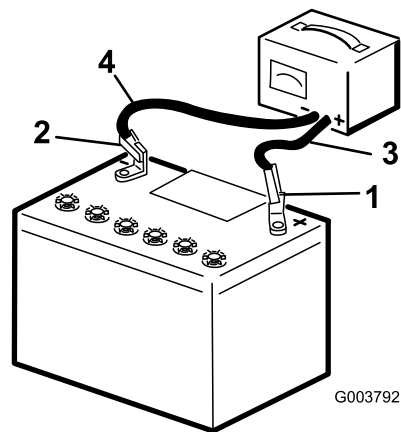

図 44
2. 3-4 Aで4-8 時間充電する 図 44。充電しすぎないように注意すること。
3. 充電が終わったら、チャージャのプラグをコンセントから抜いてから、チャージャのリード線をバッテリー端子から外す 図 44。
1. 先ほど取り外したねじ類を再使用して、プラスケーブル赤いケーブルをバッテリーのプラス端子に取り付ける **図 44**。
3. 先ほど取り外したねじ類を再使用して、マイナスケーブル黒いケーブルをバッテリーのマイナス-端子に取り付ける **図 44**。
4. 押さえ棒と蝶ナットでバッテリーを固定する **図 44**。